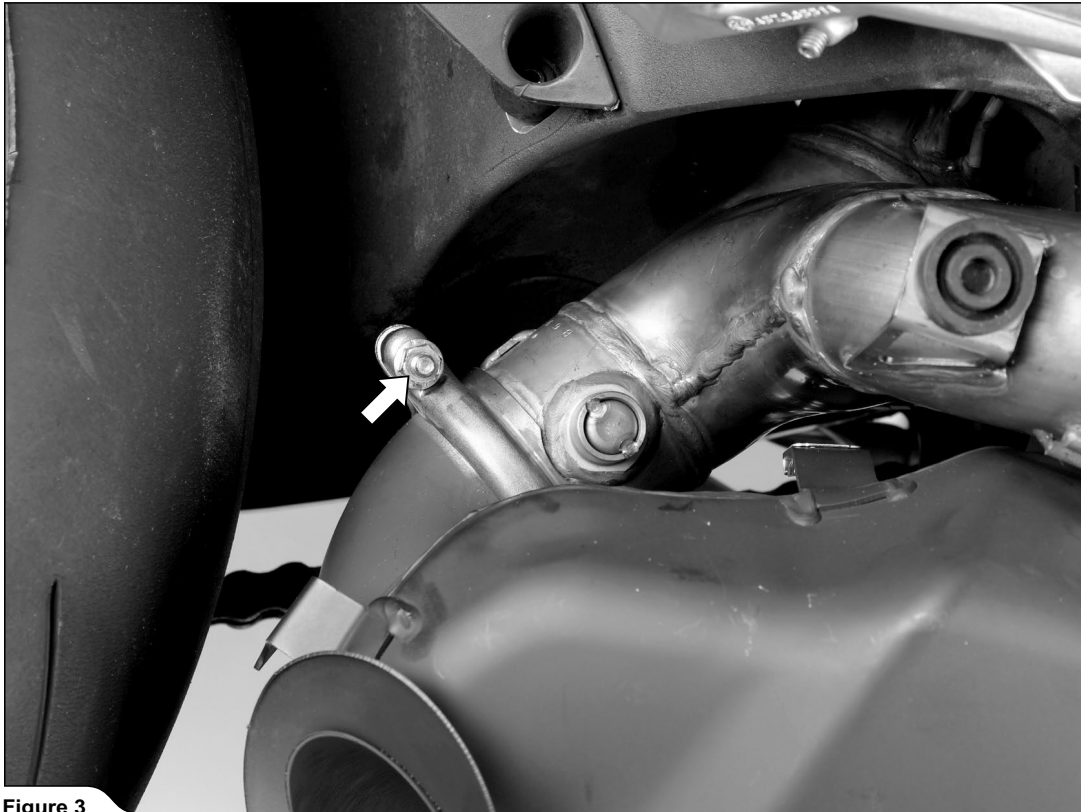

Figure 3
3. Svitare il morsetto indicato e i bulloni e i dadi del silenziatore su entrambi i lati della motocicletta. Rimuovere con cura il silenziatore dalla motocicletta (Figure 3, 4, 5, 6).
3. Unscrew the marked clamp and muffler's bolts and nuts on both sides of the motorcycle. Carefully remove the muffler off the motorcycle (Figure 3, 4, 5, 6).